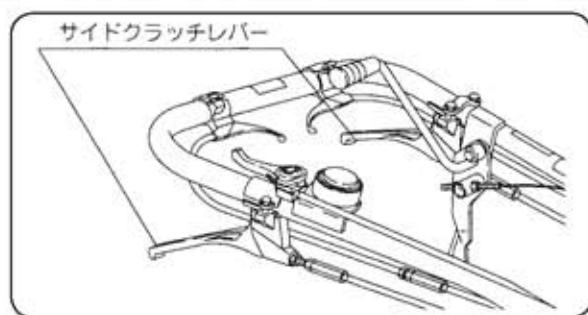

図21
- ① 右側のレバーを握れば右側に、左側のレバーを握れば左側に機械が旋回することができます。(図21)